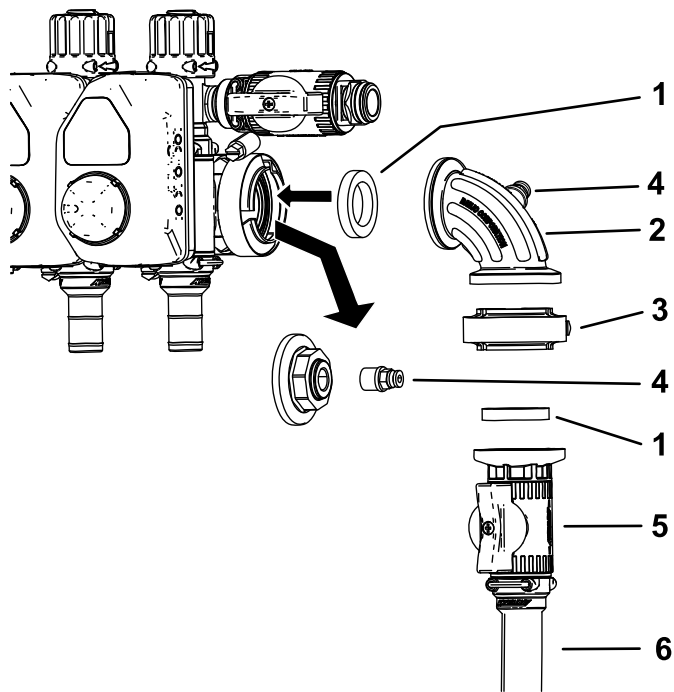

図 23
11. 水圧ゲージのポートから、キャップとカップラを取り外す 図 23。
12. 図 23.に示すように、コントロールバルブアセンブリを垂直に取り付ける。
13. カブラーを90度フィッティングの開いたポートに取り付ける (図 23)。